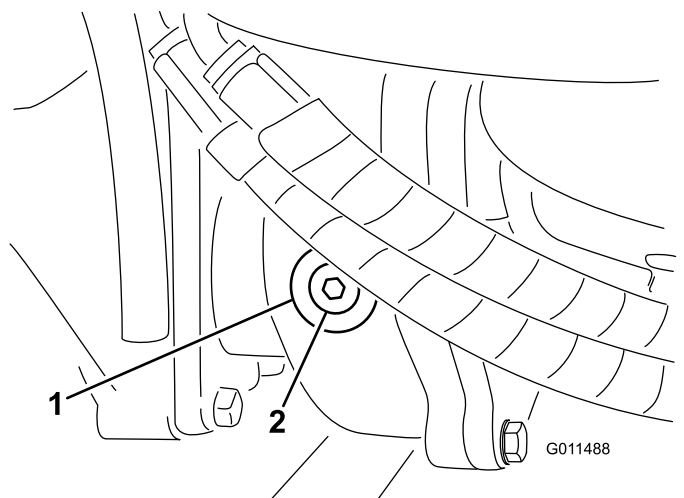

Figura 107
2. Retire o tampão de verificação/enchimento que se encontra na zona esquerda da caixa de engrenagens e certifique-se de que existe lubrificante até ao fundo do orifício (Figura 107).